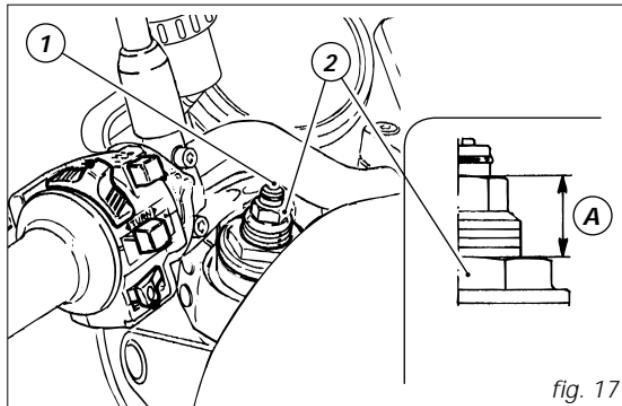

fig. 17
- 1) (fig. 17) pour modifier l'action hydraulique de freinage en extension;
- 2) (fig. 17) pour modifier la précontrainte des ressorts intérieurs;